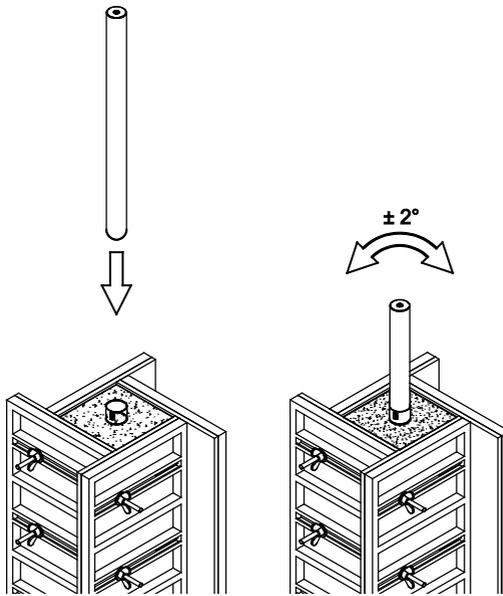

Abbildung 16. Ausrichten der Einbetonierhülse.
2. Entfernen Sie den Kunststoffstöpsel von der Oberseite der Einbetonierhülse und verwenden Sie die Ausrichthilfe, um sicherzustellen, dass sich die Hülse in lotrechter Position befindet, siehe Abbildung 16. Die vorgeschriebenen Toleranzen müssen eingehalten werden.